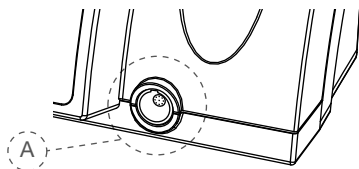

图 2 主机前面接口
5. 将微型马达电缆插头连接在主机正面的插口上(图 2, A)。
插口(图 2, A)是标准的插接接口。使插头上的红点垂直,并与插口上的导引槽对齐。不要将插头拧入插口。拔出插头时,应拖拽电缆的金属末端。不要以旋转的方式取出插头。